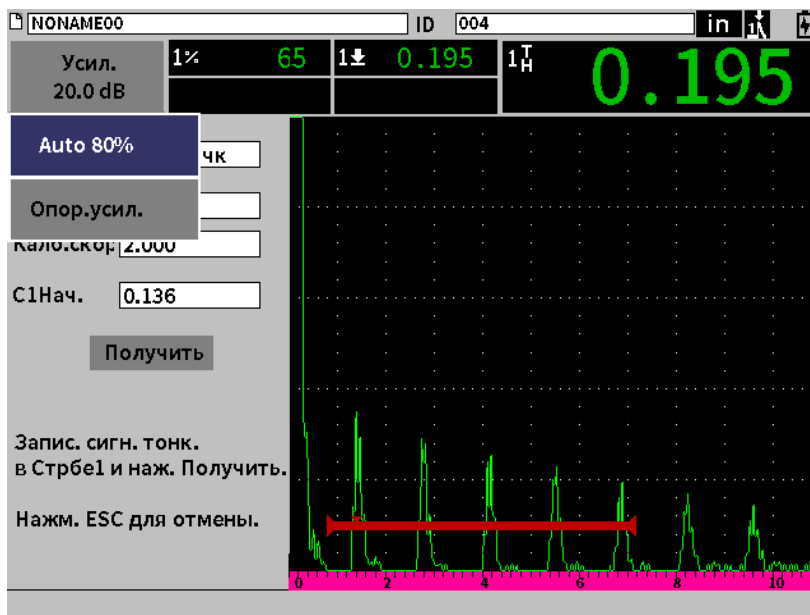

Рис. 8-4 Калибровка — Готов к Авто 80% на эхо-сигнале от тонкого образца
8. Нажмите клавишу Tab, чтобы выделить область настройки **Усил.**; завершите процедуру **Авто 80%** (см. Рис. 8-4 на стр 100). Подробнее о процедуре Авто XX% см. в разделе «Использование функции Авто XX%» на стр. 64.